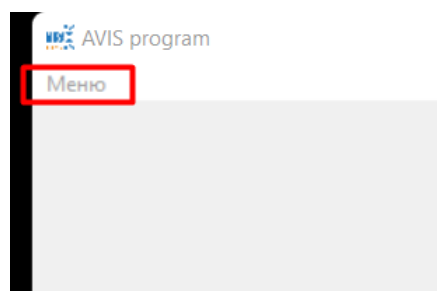

Рис. 3. Кнопка меню
2. Нажмите кнопку «Меню», нажмите и отпустите кнопку «Подключится к устройству» Рис. 3.